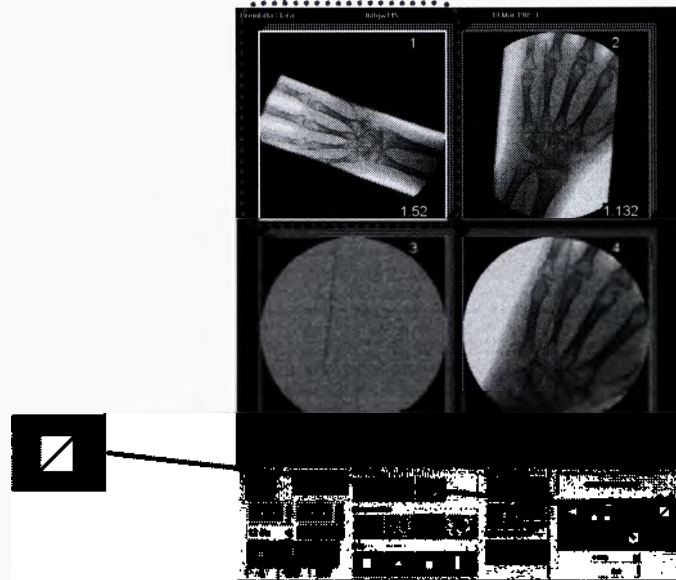

Рисунок 123
– при помощи клавиш браузера в меню просмотра выберите цикл (или изображения), который вы хотите удалить (см. рисунок 123). Ваш выбор будет указан светящимся краем или циклом изображения (изображений);